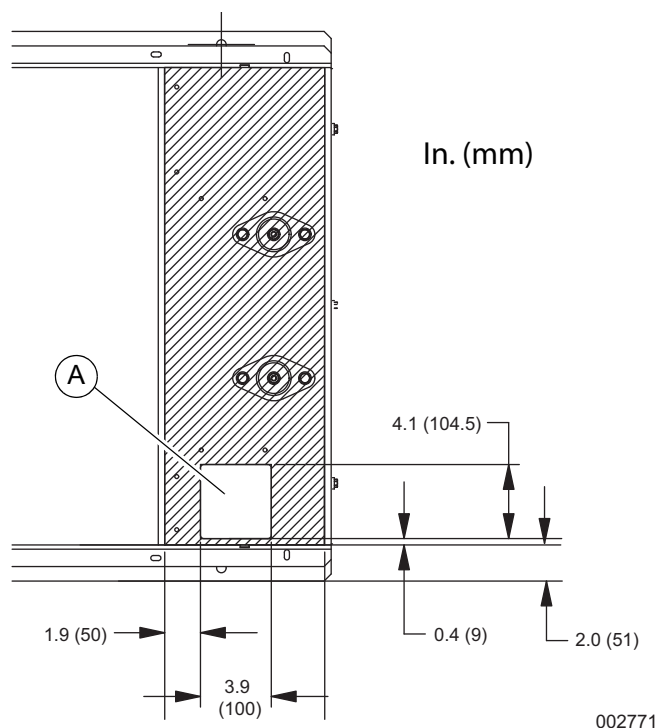

Figura 3-4. Detalhe de desenho instalação de eletroduto (típica)
Para o conduíte de carga, conduíte de energia elétrica de emergência (alta tensão), e conduíte de fiação de controle (baixa tensão), consulte os desenhos de instalação da unidade para a localização e as dimensões da área dos tubos de conduítes. **Figura 3-4** ilustra uma abertura de conduíte típica (A).